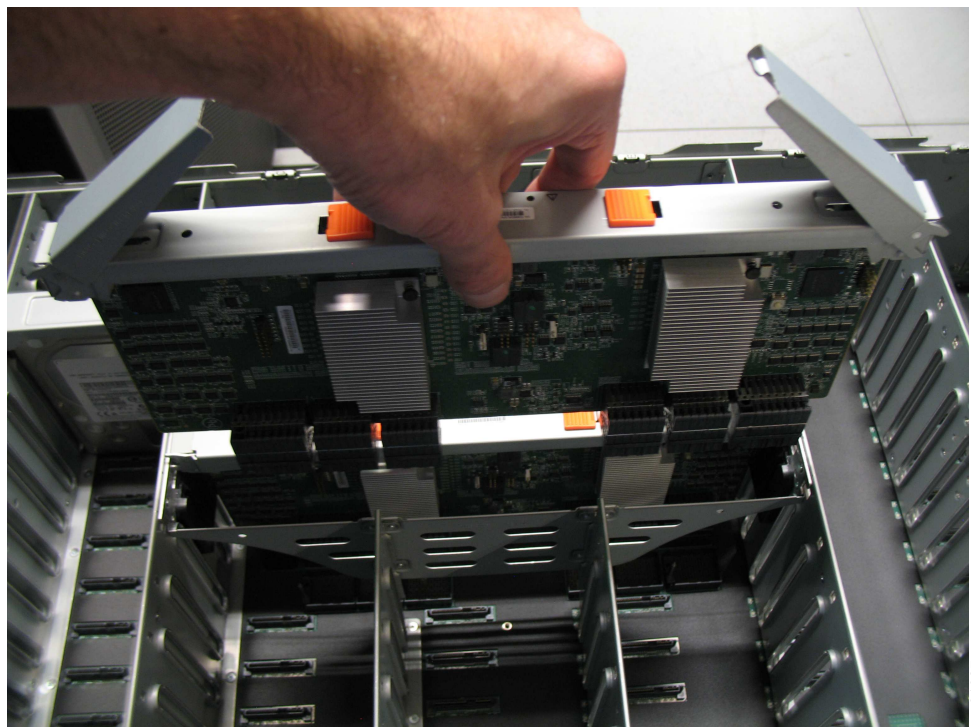

Рисунок 115. Удалите вспомогательный модуль расширения.
4. Осторожно выньте вспомогательный модуль расширения из корпуса (см. рис. 115 на стр. 126).